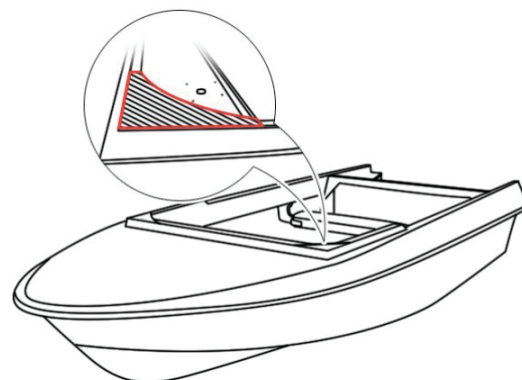

Рис. 2
2. Приклепать специальные алюминиевые элементы уголки (идут в комплекте) (рис. 2). Далее рекомендуем пройтись герметиком в месте стыка пластин и заводского посадочного места.